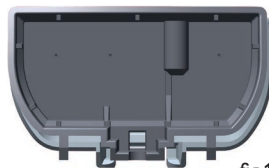

fig.1
- ➔ Mit einem spitzen Gegenstand die Kabeldurchführungen durchstoßen (fig. 1). Die Leitung einführen und danach wieder leicht herausziehen, so dass sich der Rand nach außen stülpt und somit maximalen Schutz gegen Feuchtigkeit bietet
- ➔ Pierce the cable glands with a pointed object (fig. 1). Insert the cables into the holes and pull them slightly back, such that the edge of the gland is slightly turned to the outside. Thus the device is protected against moisture
- ➔ Percez les passes-câbles à l'aide d'un objet pointu (fig.1). Introduisez-y le câble et tirez légèrement dessus de l'extérieur afin de faire ressortir le joint pour une protection maximale contre l'humidité
- ➔ Pinche en el orificio de entrada del cable con un objeto puntiagudo (fig. 1) e introduzca el cable en su interior. Tire ligeramente del cable para que la junta de goma del orificio sobresalga garantizando mayor protección contra la humedad
- ➔ Trapassare i passacavi con un oggetto appuntito (fig. 1). Inserirci il cavo e tirarlo leggermente verso l'esterno finché la guarnizione non sporge verso l'esterno per garantire la massima protezione dall'umidità